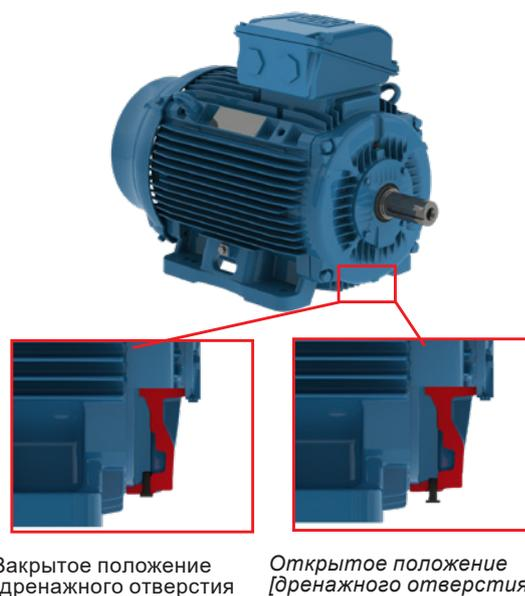

Рисунок 6.1 - Резиновая заглушка дренажного отверстия в открытом и закрытом положении
7. Дренажное отверстие: электродвигатель должен располагаться таким образом, чтобы дренажное отверстие находилось в самой низкой его точке (в случае если на дренажном отверстии обозначена стрелка, установку следует производить таким образом, чтобы стрелка указывала вниз). Резиновые, резьбовые или любые другие сливные пробки, которыми комплектуются двигатели, необходимо периодически открывать, чтобы обеспечить отвод конденсата. В условиях высокого уровня конденсации воды, на электродвигателях со степенью защиты IP55, изделие может быть установлено с постоянно открытыми дренажными отверстиями (см. Рисунок 6.1). На электродвигателях со степенью защиты IP56, IP65 или IP66, дренажные отверстия должны оставаться закрытыми (см. Рисунок 6.1), открывать их рекомендуется только при обслуживании. Система удаления конденсата электродвигателей, оснащенных системой смазки масляным туманом должна быть подключена к специальному контуру удаления конденсата (см. Рисунок 6.12).